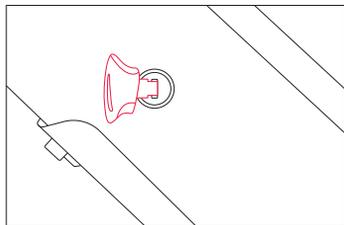
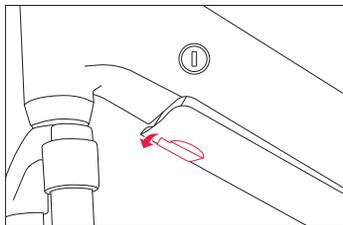

Abbildung 3
Abbildung 4
Schritt 2: Verwenden Sie den Schlüssel, um den Akku zu entriegeln (Abb. 3). Halten Sie den Akku mit einer Hand fest und nehmen Sie ihn heraus, indem Sie den Entriegelungsschalter an der Unterseite des Rahmens drehen (Abb. 4).